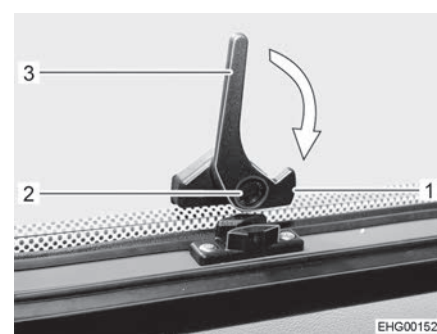

Fig. 41 Leva di serraggio, inferiore (posizione "Aperto")
- Premere il bottone di sicurezza (Fig. 41,2) sulla leva di serraggio inferiore (Fig. 41,3) e mantenerlo premuto.
- Ruotare la leva di serraggio inferiore (Fig. 41,3) di un quarto di giro verso il telaio della finestra, finché il nasello di chiusura (Fig. 41,1) si innesta.